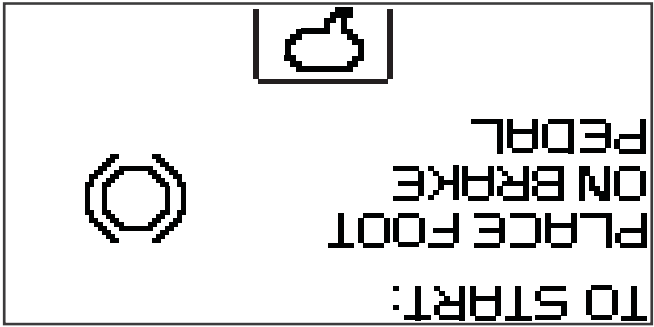

Figure 5-5
6. Appuyez sur la pédale de frein. Voir la Figure 5-5.